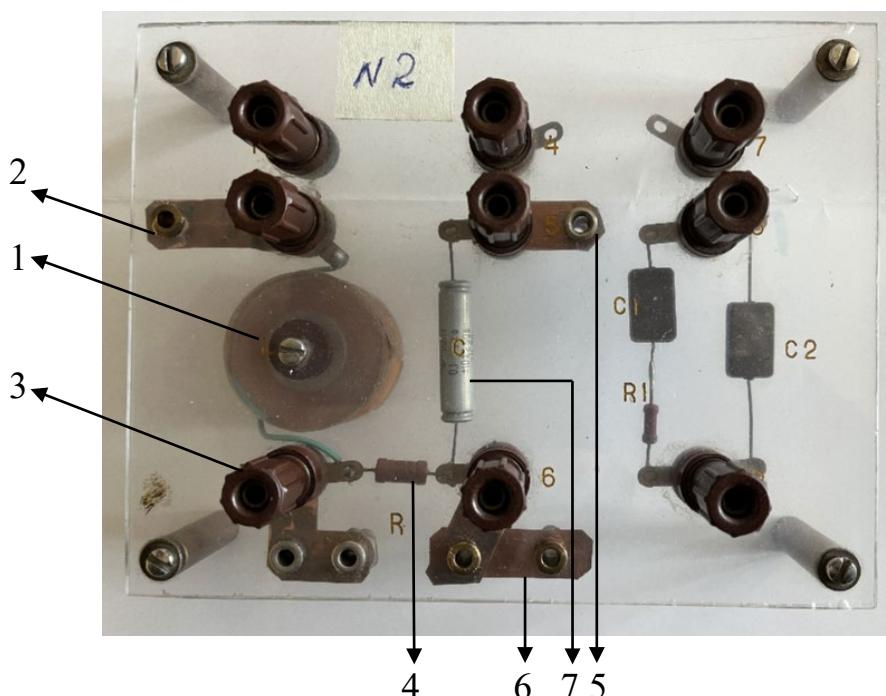

Рис. 6
Общий вид платы представлен на рис. 6
1. Убедитесь, что выходной кабель подключен к гнезду (6)-выход 600Ω . Другой конец кабеля заканчивается двумя штеккерами на проводах разной длины. Длинный провод соединен с корпусом прибора и, таким образом, с общей точкой схемы генератора. Часто корпус прибора соединяют с землей. Поэтому длинный провод на другом конце кабеля называют «**Общим**» или «**Земля**» - (символ $\frac{1}{-}$). Переменное напряжение от генератора на плату рис.6 поступает по короткому проводу.
2. Переключатель поддиапазонов частот (9) установите в положение **10^2** .
3. Переключатели установки частоты (3) установите в положение **$60,0 \text{ Hz}$** .
4. Переключатель ступенчатого ослабления выходного напряжения (4) установите в положение **0**.
5. Ручку плавной расстройки частоты (8) установите в нейтральное положение.
6. Ручку плавной регулировки выходного напряжения (7) поверните до упора против часовой стрелки – напряжение на выходе минимальное.